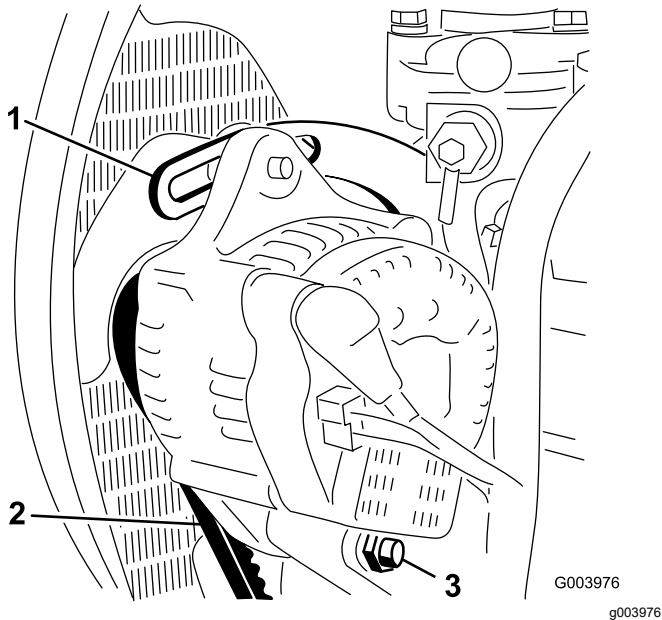

Bild 72
2. Prüfen Sie die Spannung des Lichtmaschinen-riemens, indem Sie eine Kraft von 10 kg in der Mitte zwischen der Lichtmaschine und den Riemenscheiben der Kurbelwelle ansetzen (**Bild 72**).
3. Lockern Sie die Schraube, mit der die Strebe am Motor befestigt ist (**Bild 72**) sowie die Schraube, mit der die Lichtmaschine an der Strebe und der Drehschraube befestigt ist.